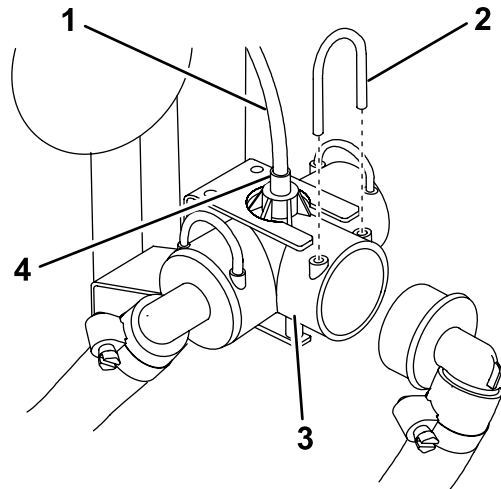

Bild 4
- Entfernen Sie den Halter, um den Auslegerschlauch vom Zufuhr-T-Anschluss abzuschließen (Bild 4).
- Schließen Sie am Multi Pro 1200-Spritzgerät den kleinen roten Druckmanometerschlauch vom grünen Schlauch-Anschlussstück oben am Zufuhr-T-Anschluss ab (Bild 4).